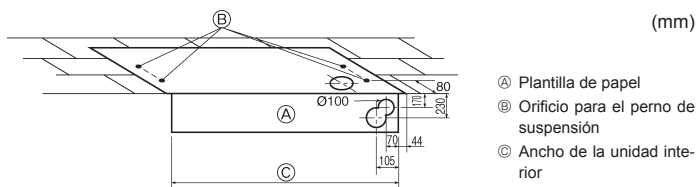

Fig. 3-3
3) Selección de pernos de suspensión y posiciones de la tubería (Fig. 3-3)